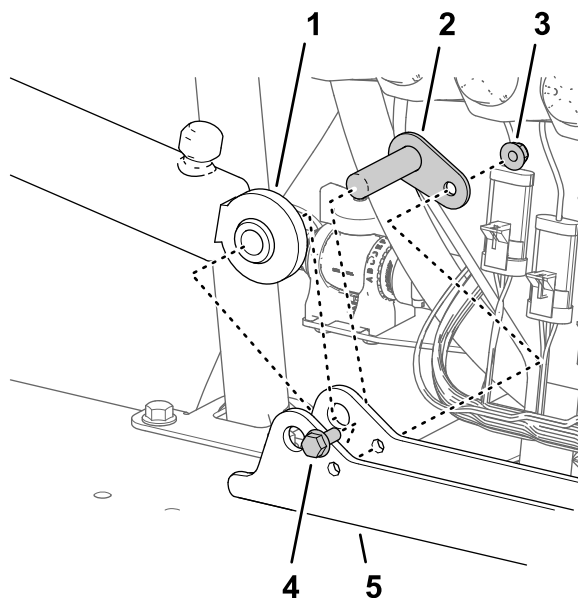

Рисунок 119
1. Совместите неподвижный конец подъемного цилиндра, снятого при выполнении пункта 3 раздела Демонтаж подъемных цилиндров \(страница 27\), с отверстием диаметром 16 мм (5/8 дюйма) в креплении цилиндра (Рисунок 119).
2. Установите цилиндр на крепление цилиндра при помощи оси поворота, болта с фланцевой головкой и фланцевой гайки (Рисунок 119).